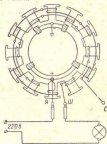

Рис. 218. Схема проверки изоляции статора.
**Ремонт статора.** Качество изоляции можно проверить по схеме, показанной на рис. 218. Испытание на наличие короткого замыкания между витками и на обрыв в катушках шунтовой обмотки возбуждения рекомендуется производить при помощи вольтметра и амперметра, включенных по схеме, изображенной на рис. 219.